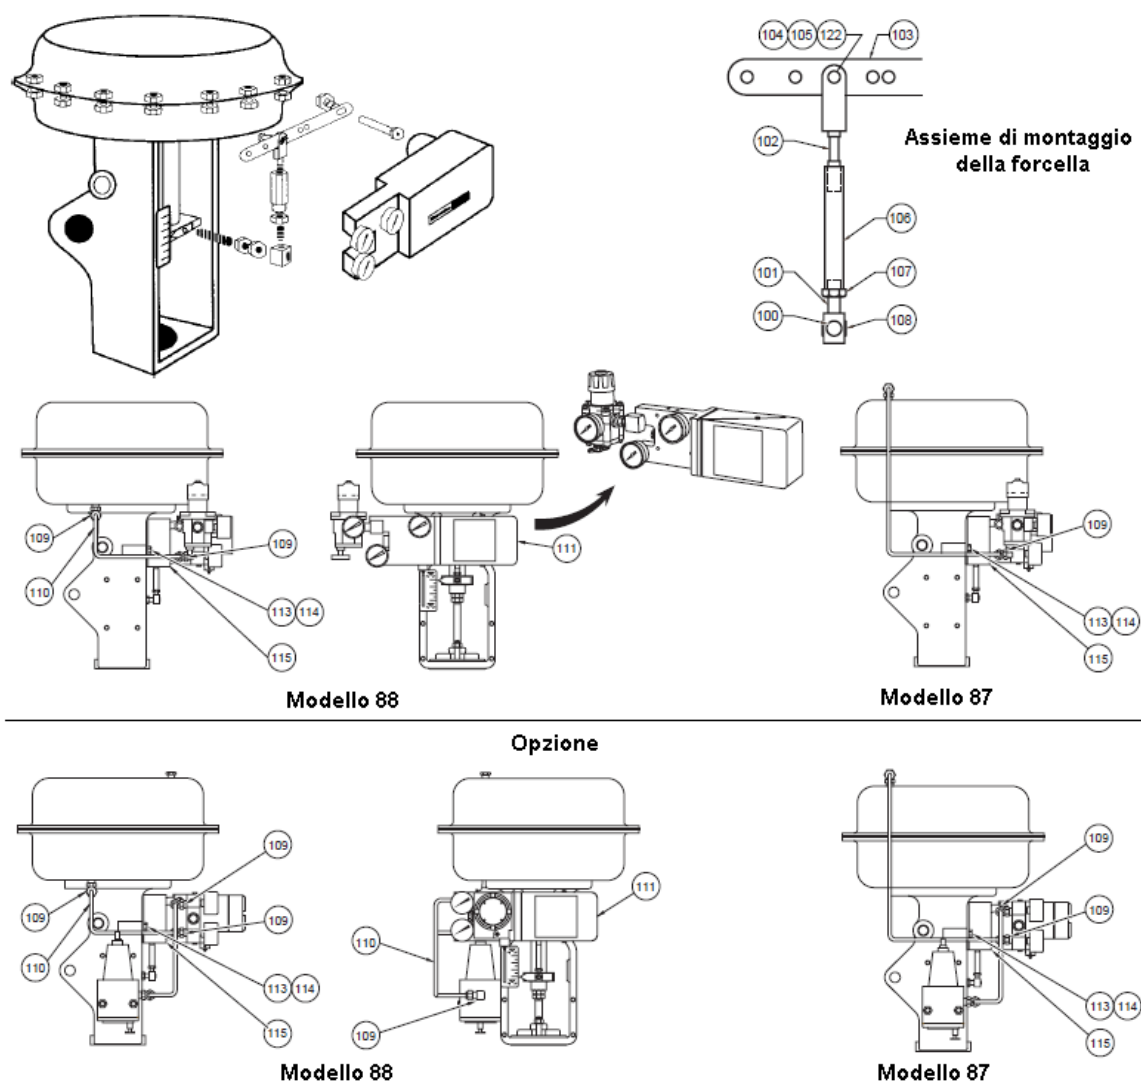

Figura 5 Servomotore 87/88
1. Usando le viti (113) e le rondelle di fermo (114), montare il supporto (115) sul servomotore con l'apertura orientata verso il lato destro del supporto (Figura 5).
2. Installare l'alberino di ingresso (42) nel relativo supporto con una rondella (40) alle due estremità e con l'anello di tenuta (37) sull'estremità della camma
3. Montare la leva posteriore (103) sull'alberino di ingresso usando la vite (38) e la rondella di fermo (39).
4. Montare la forcella (102), lo spinotto (104), la rondella (122) e la clip di tenuta (105) nell'opportuno alloggiamento sulla leva posteriore. L'alloggiamento dipende dalla corsa richiesta per la valvola.